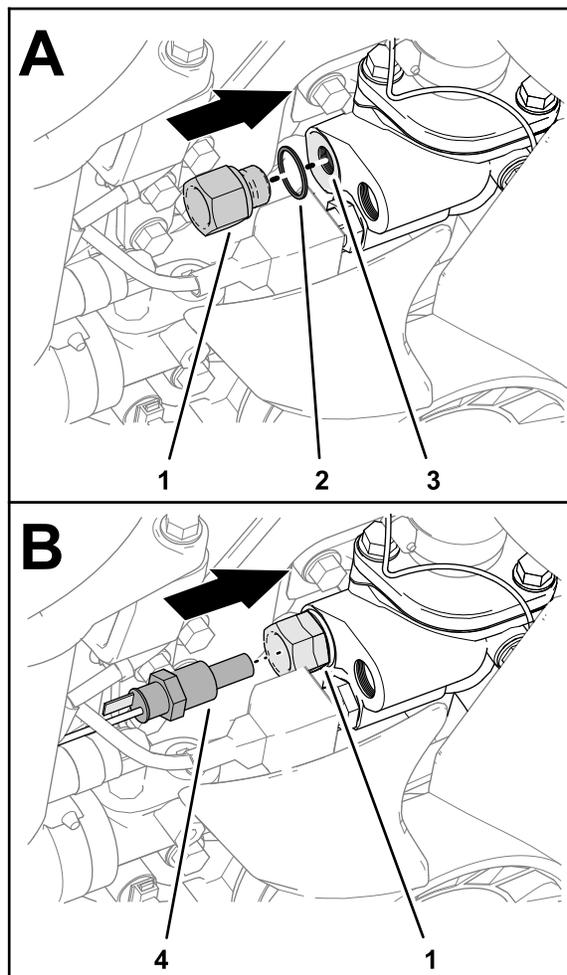

Figura 24
4. Montate il riduttore e la guarnizione (tappo) nel foro anteriore della pompa dell'acqua (Figura 24).
6. Montate il nuovo sensore della temperatura nel riduttore (Figura 24).